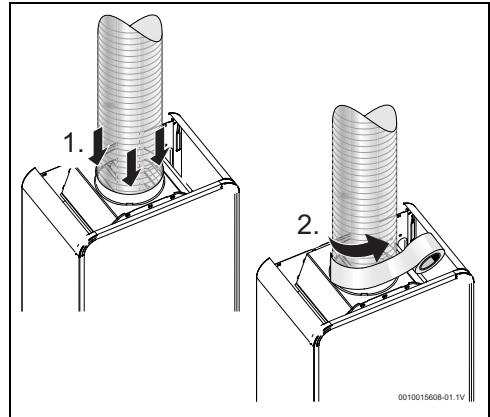

Fig. 12
- ser isolada com material adequado (Fig. 12),